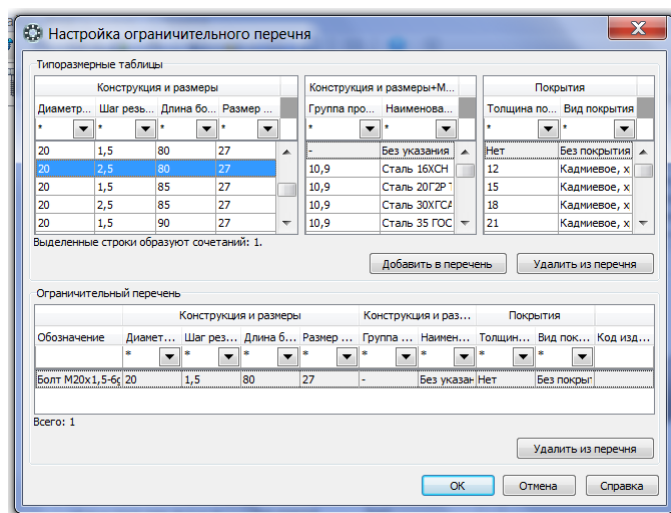

Рисунок 17. – Окно Настройка ограничительного перечня
8. В окне «Библиотека Стандартные Изделия» выберите команду  **Настроить ограничительный перечень**. В открывшемся окне «Настройка ограничительного перечня» выберите конструкцию и размеры болта по диаметру и длине (см. таблицу 1) и нажмите кнопку **Добавить в перечень**. Указанный болт появится ниже в ограничительном перечне (рисунок 17). Нажмите **ОК**.